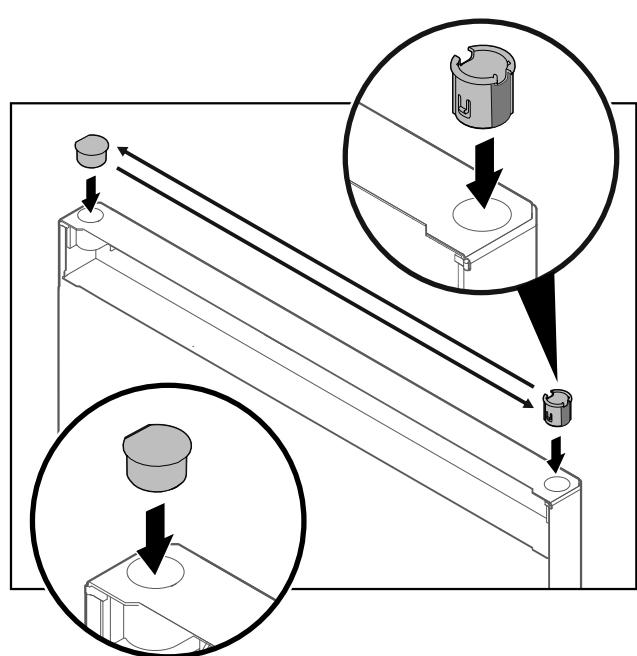

Fig. 23
- Vytiahnite puzdro závesu Fig. 23 (1) prstami.
- Plochým skrutkovačom opatrne nadvihnite kryciu zátku Fig. 23 (2) a vytiahnite ju.